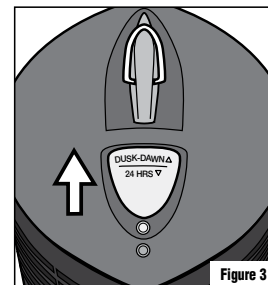

Figure 3
- Pour sélectionner le mode Crépuscule à l'aube, glissez le bouton gris vers le haut, découvrant le capteur crépusculaire. L'appareil se mettra automatiquement en marche au crépuscule, fonctionnera toute la nuit, et s'éteindra le matin (Figure 3).